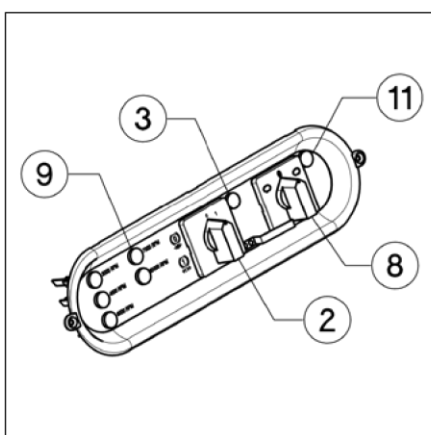
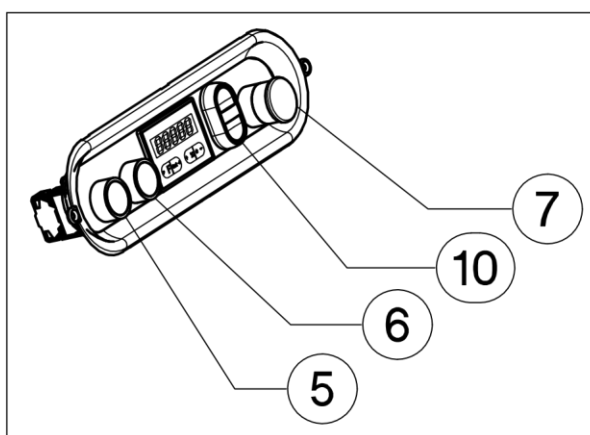

Fig.7
Fig.8 (enkel T120)
- Nakijken of de remontgrendeling schakelaar (fig.7,2) op "0" staat. Als het gele verklikkerlampje (fig.7,3) oplicht kan de motor niet opgestart worden. Daarna de ster-driehoekschakelaar (fig.5,4) op "ster" plaatsen en op de startknop (fig.5,5) duwen. De motor start in ster en na ongeveer 10 seconden moet overgeschakeld worden naar driehoek.
- De motor kan worden stilgelegd met de "STOP" knop (fig.5,6/fig. 6,6/fig.8,6) en met de noodstop (fig.5,7/fig.6,7/fig.8,7).
- Het is onmogelijk de machine terug op te starten als de toegangsdeur openstaat of als de remontgrendeling schakelaar (fig.7,2) op "1" staat en het gele verklikkerlampje (fig.7,3) brandt.
- De controlelampjes (fig.7,9) duiden het toerental van de machine aan.
- De schakelaars (fig.6,9/fig.8,10) bewegen de topas elektrisch op en neer en de schakelaars (fig.6,8) bewegen de topas onder hoek (optie).
- Bij een automatische ster-driehoekschakeling, wordt de draairichting van de as bepaald door schakelaar (fig.7,8) waarna op de startknop kan gedruwd worden (fig.6,5/fig.8,5).
- Om te voorkomen dat de machine onbewust in de verkeerde draairichting wordt gezet, is er een extra beveiliging op de schakelaar voorzien. Als de machine in de andere richting draait, brandt het verklikkerlichtje (fig.5,11/fig.7,11)